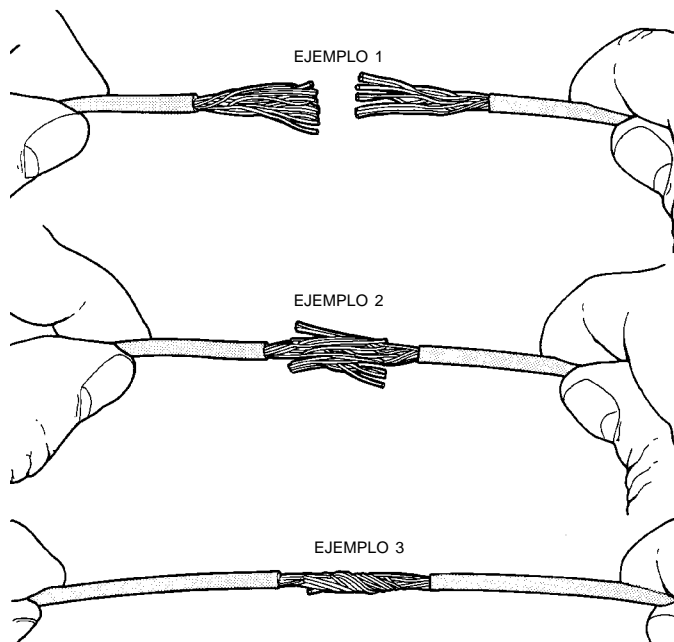

Fig. 11 Reparación de cable
- (1) Desconecte el cable negativo de la batería.
- (2) Quite 25 milímetros (1 pulgada) de aislamiento de cada extremo del cable.
- (3) Coloque un trozo de tubo termocontraíble sobre uno de los lados del cable. Asegúrese de que el tubo sea lo suficientemente largo como para cubrir y sellar la totalidad de la zona de reparación.
- (4) Abra los hilos de los cables, separándolos entre sí, en cada uno de los cables expuestos (ejemplo 1). (Fig. 11)
- (5) Una los dos extremos de los cables hasta que los alambres estén cerca del aislamiento (ejemplo 2) (Fig. 11)
- (6) Retuerza los dos cables (ejemplo 3) (Fig. 11)
- (7) Suelde los cables utilizando únicamente soldadura del tipo de núcleo de resina. **No utilice soldadura del tipo de núcleo ácido.**
- (8) Centre el trozo de tubo termocontraíble sobre la junta y aplique calor utilizando un soldador. Caliente la unión hasta que el tubo quede firmemente sellado y el sellador salga por los dos extremos del tubo.
- (9) Fije el cable a los existentes a fin de evitar rozaduras o daños al aislamiento.
- (10) Conecte la batería y pruebe todos los sistemas afectados.